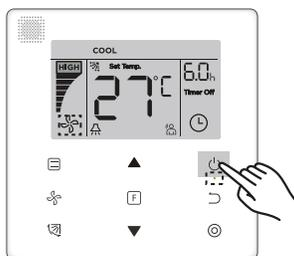

Figura 14
1. Presione el botón (Encendido/Apagado) y el indicador de funcionamiento “●” del controlador con cable se encenderá, mientras que el icono de Encendido/Apagado “” de la unidad interior de la pantalla girará para indicar que la unidad interior ha comenzado a funcionar. (vea la Figura 14)